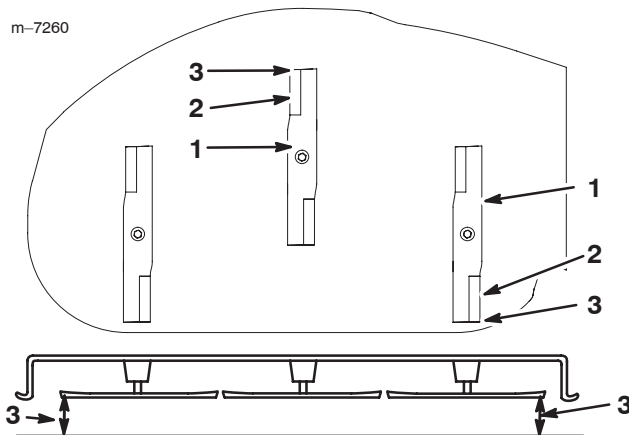

Figure 41
- Réglez la hauteur de coupe à la position **D** [76 mm (3 pouces)] et tournez les lames avec précaution dans le sens longitudinal (Fig. 41).
- Mesurez la distance entre la pointe de la lame avant et la pointe de la lame arrière par rapport à la surface plane (Fig. 41). Si la pointe avant de la lame n'est pas de 1,6 à 7,9 mm (1/16–5/16 pouce) plus basse que la pointe arrière, réglez les contre-écrous avant.